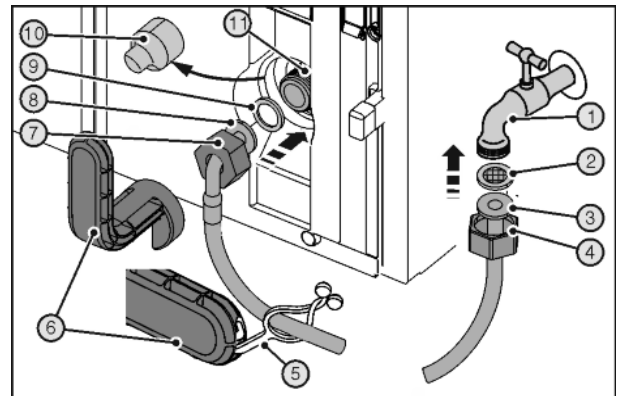

Fig. 27
Різані рани внаслідок використання поламаного допоміжного інструменту Fig. 27 (6).
- ▶ Допоміжний інструмент Fig. 27 (6) використовувати тільки при кімнатній температурі.
- ▶ Насуньте гайку Fig. 27 (4) до кінця через прямий кінець шлангу Fig. 27 (3) та утримуйте.
- ▶ Вставити ситову пастку Fig. 27 (2) в гайку Fig. 27 (4).
- ▷ Ситова пастка Fig. 27 (2) прилягає до прямого кінця шлангу Fig. 27 (3) та трохи тримається.
- ▶ Приєднайте гайку Fig. 27 (4) з ситовою пасткою Fig. 27 (2) прямого кінця шлангу Fig. 27 (3) до запірного крану Fig. 27 (1).
- ▶ Через тимчасове відкриття запірного крану Fig. 27 (1) водопостачання видалити повітря з водопроводу та наповнити водою. Шланг для цього тримати у відрі.
- ▶ Зніміть кришку Fig. 27 (10).
- ▶ Насуньте гайку Fig. 27 (7) до кінця через кінець шлангу, розташований під кутом Fig. 27 (8) та утримуйте.
- ▶ Звольніть прокладку Fig. 27 (9) та втиснути в гайку Fig. 27 (7) на кінці шлангу під кутом Fig. 27 (8).
- ▷ Прокладка Fig. 27 (9) прилягає до кінця шлангу під кутом Fig. 27 (8) та трохи тримається.
- Приєднайте гайку Fig. 27 (7) з прокладкою Fig. 27 (9) розташованого під кутом кінця шланга Fig. 27 (8) до магнітного клапану Fig. 27 (11).
- Виконуйте приєднання за допомогою допоміжного інструменту Fig. 27 (6) за годинниковою стрілкою, доки не буде досягнуто максимального моменту затяжки і допоміжний інструмент Fig. 27 (6) не почне прокручуватися.
- Відкрийте запірний кран Fig. 27 (1) подачі води та перевірте всю систему подачі води на герметичність.
- Причепіть накладку Fig. 27 (5) в допоміжний інструмент Fig. 27 (6) і для зберігання закріпіть на шлангу із високоякісної сталі.